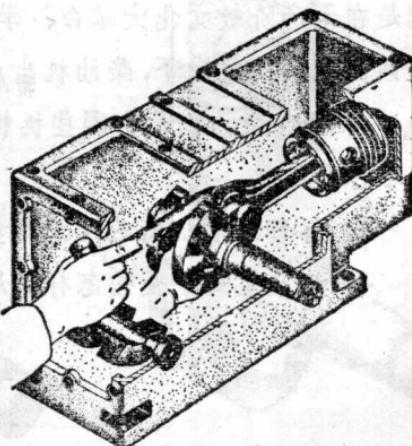

图3 拆卸活塞连杆
(2) 拆卸正时室	① 拆下正时齿轮室盖 ② 分别抽出凸轮轴和起动轴 ③ 拆下调速器驱动齿轮、调速器滑盘及调速钢球 另外，拔出机油标尺；拆下机体后盖和上盖
(3) 拆卸活塞连杆组	① 转动飞轮，使连杆大头朝着机体后盖孔，用钢丝钳把连杆螺栓上的保险铁丝剪断，并用梅花扳手拧下连杆螺栓，取出连杆盖，注意保护好连杆瓦 ② 清除气缸套前部积炭；慢慢转动飞轮，将活塞推向上止点，用木柄顶住连杆大头，把活塞慢慢地推出气缸。注意不要把零件碰伤(图3) ③ 如需从连杆上取下活塞，应先取下活塞销挡圈，再将活塞放入水中煮至100℃(或用机油煮至100~120℃)，然后取下活塞销